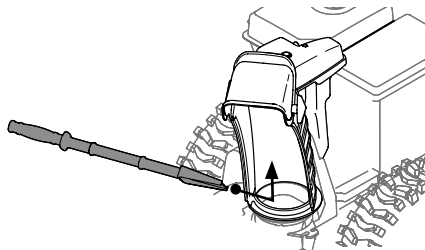

Figure 65
4. Utilisez le côté en forme de pelle de l'outil de dégagement pour déplacer et retirer la neige et la glace accumulées à l'intérieur et autour de la goulotte. Utilisez toujours l'outil de dégagement de la goulotte (pièce n° 931-2643). N'utilisez jamais vos mains. Consultez le document Pièces et garantie pour commander l'outil de dégagement de la goulotte. Voir Figure 65.